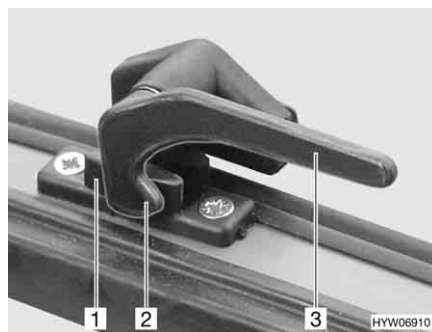

Fig. 91 Alavanca de trava na posição "fechada"
- Abrir:** ■ Gire todas as alavancas de trava (Fig. 91,3) um quarto de volta na direção do meio da clarabóia.
- Gire todas as alavancas de trava (Fig. 91,3) um quarto de volta na direção do meio da moldura. A ponta de trava (Fig. 91,2) fica posicionada na parte interior do dispositivo de bloqueio da clarabóia (Fig. 91,1).
- Na posição "Bem fechada" (Fig. 91)